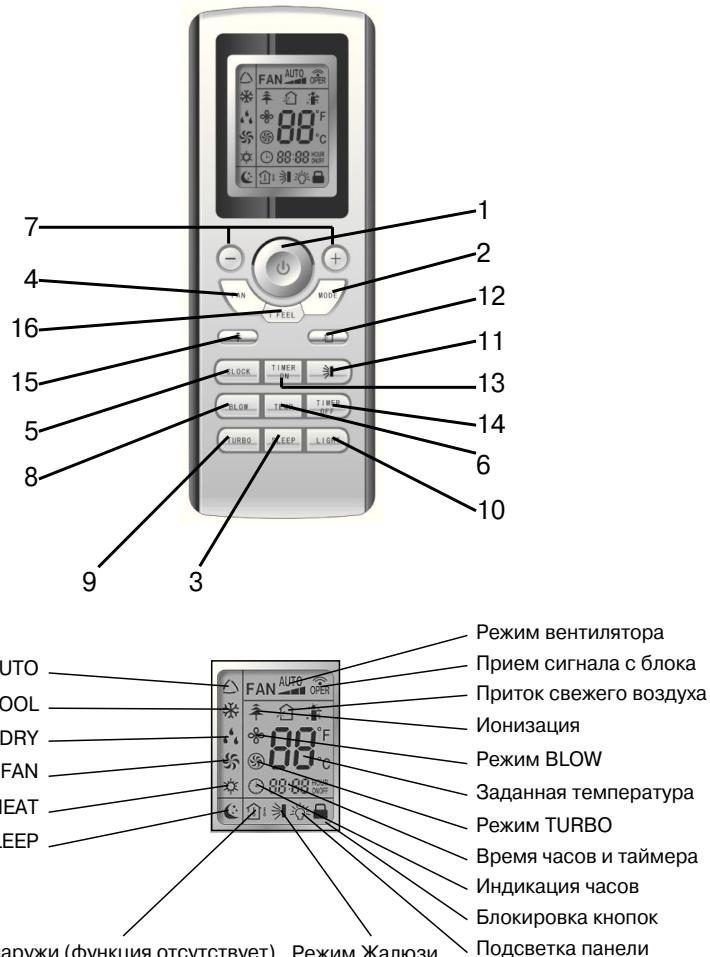

Рис. 5.1
5.1 Для управления кондиционером применяется беспроводной инфракрасный дистанционный пульт (рис. 5.1).